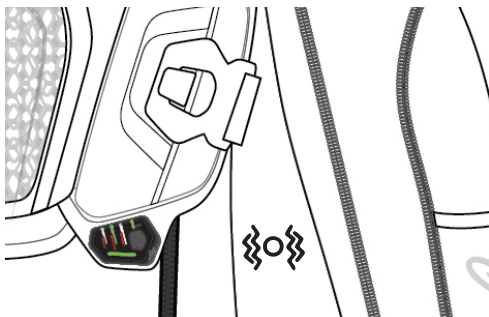

図9：LEDチェックの段階
1) LED チェック：この段階では、システムはすべての利用可能な LED が正しく機能しているかどうかを チェックします。ユーザーは、利用可能なすべての LED (4c、4d、4e) が約1 秒間緑色に点灯し、その後消灯することを確認します (図 9) ；